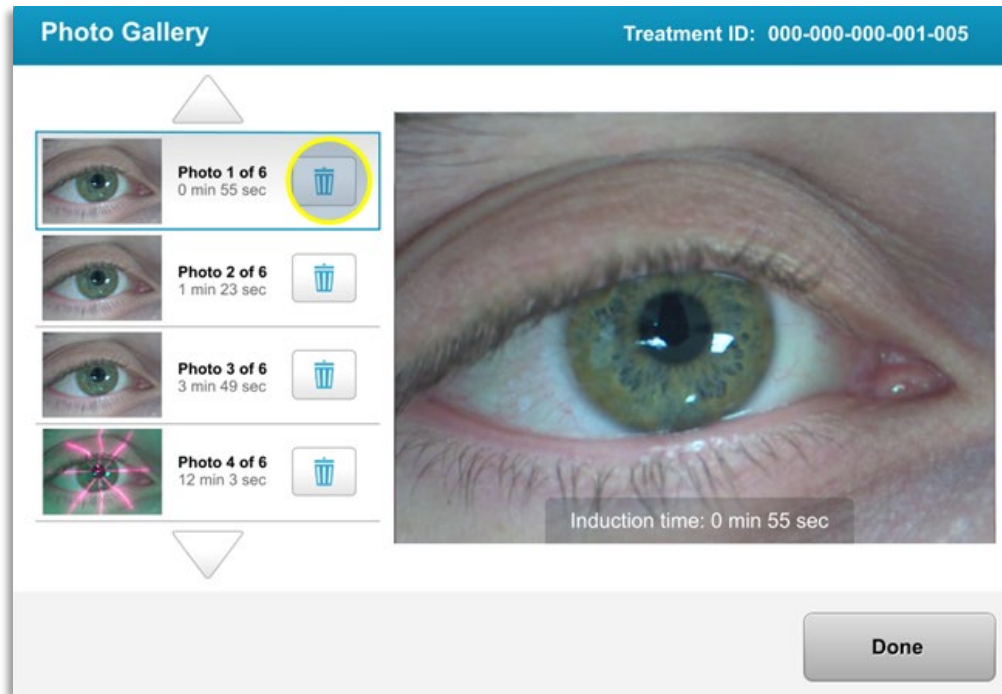

Figura 3-33. Seleccione la papelera para eliminar
- En la galería de fotos, seleccione el icono de la papelera junto a la foto que se va a eliminar, tal como se muestra en la figura 3-33.